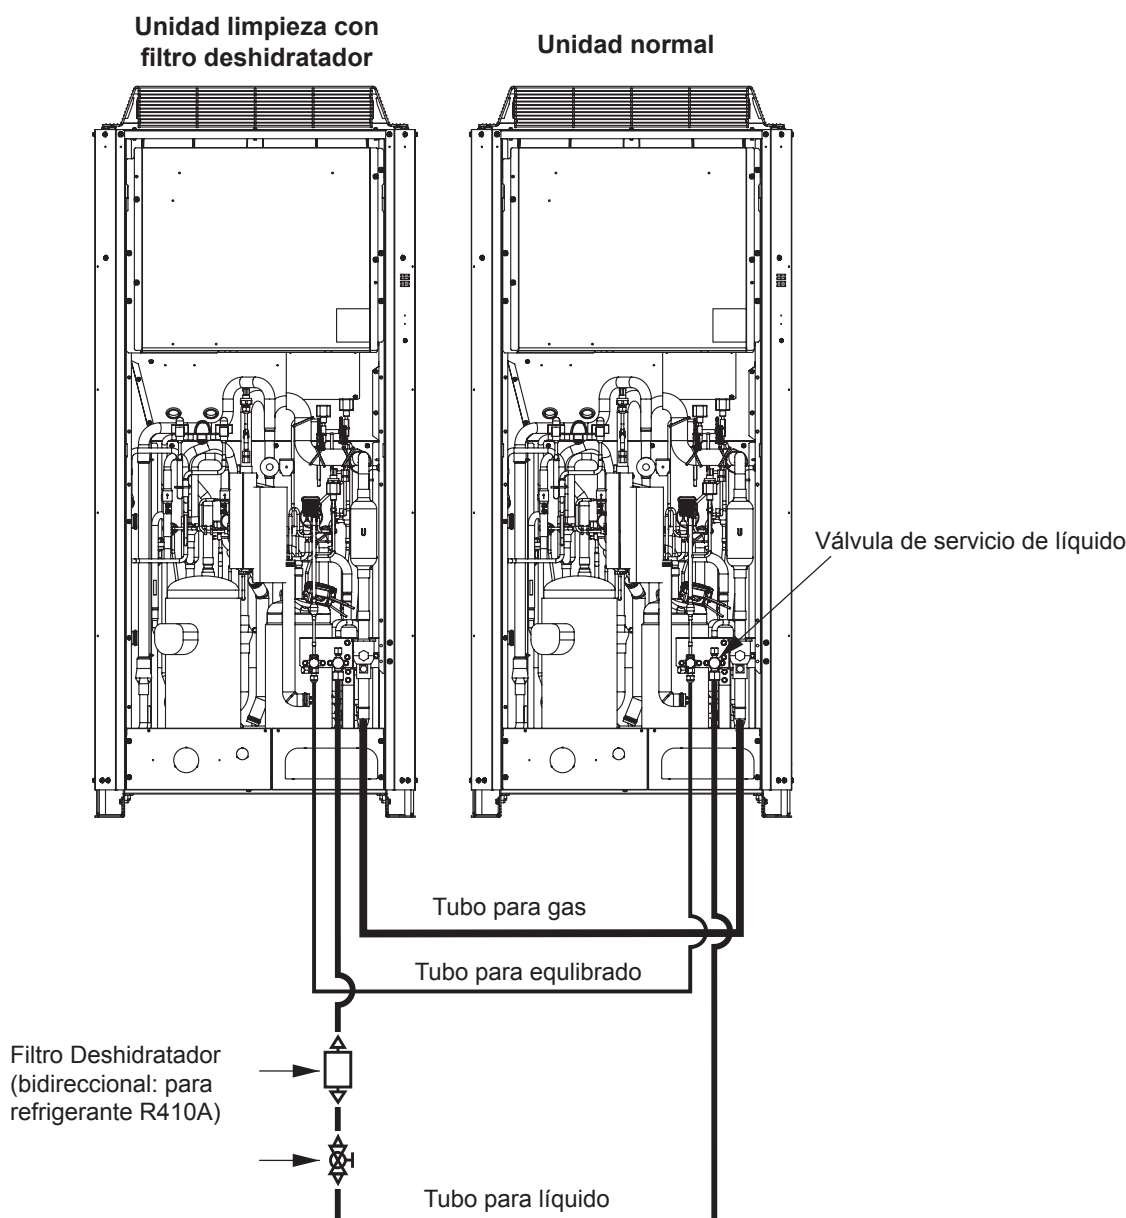

Fig. 15
- (5) Como muestra la Fig. 15, desconecte el tubo que va desde la válvula de servicio del tubo de líquido hasta la válvula de bola en todas las unidades exteriores donde se instalará el filtro deshidratador. A continuación añada el filtro deshidratador.
- (6) En todas las unidades exteriores donde se añada un filtro deshidratador, presurice con 3.8 MPa de nitrógeno por la válvula de servicio de la tubería de líquido y compruebe que no hay fugas.
- (7) Después de evacuar todo el gas nitrógeno de la tubería, realice el vacío por las válvulas de servicio de tuberías de líquido en todas las unidades exteriores donde se añadirá un filtro deshidratador hasta que la presión es -101kPa {-755 mm Hg, 5 Torr} o menos.
- (8) Abrir completamente la válvula de servicio del tubo de líquido y la válvula de bola en todas las unidades exteriores donde se añadirán filtros deshidratadores.
- (9) Hacer funcionar todas las unidades exteriores durante aproximadamente 3 horas (modo frío o modo calor).
- (10) Siga el anterior procedimiento, y sustituya todos los filtros deshidratadores instalados con nuevos filtros.
- (11) Hacer funcionar todas las unidades exteriores durante aproximadamente 20 minutos (modo calor o modo frío).
- (12) Siga las instrucciones en «2. Descarga aceite de compresor» y extraiga una pequeña cantidad de aceite desde el separador de aceite de todas las unidades exteriores en las que se añade filtro deshidratador. Comprobar fase del color, olor y otras características.
- (13) Si el resultado muestra que todavía es necesario continuar la limpieza con filtro deshidratador (por ejemplo, una fase de color 4.0 o superior)*, vuelva al paso 11 y repita el proceso hasta que el resultado sea normal (incluyendo fase de color de 3.5 o inferior). Comprobar el color con la hoja de patrones de color
- (1) Consultar «4-2-3. Procedimientos de recuperación del refrigerante (2): Unidad interior sin válvula de bola». Ejecutar pump down del refrigerante desde todas las unidades interiores y de la tubería entre unidades hacia la unidad exterior.
- (2) Corte la tubería de líquido (tubo estrecho) en todas las unidades exteriores donde se añadirá un filtro deshidratador, y posteriormente añada un filtro deshidratador y la válvula de bola como se indica en la Fig. 15.
- (3) Para los siguientes pasos, consultar de (6) a (17) en (A) de la página anterior